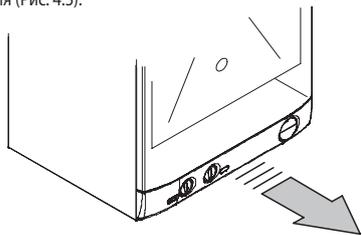

Рис. 4.5
- Вытяните вперед панель управления, чтобы получить доступ к клеммной колодке подключений электрического питания (Рис. 4.5).